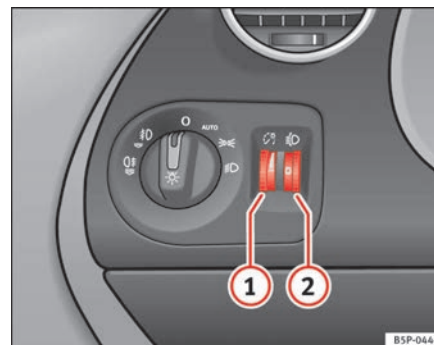

Abb. 74 In der Instrumententafel: Regler für die Instrumenten-/Schalterbeleuchtung und Leuchtweitenregulierung
Bei eingeschaltetem Licht lässt sich die Helligkeit der Instrumenten- und Schalterbeleuchtung durch Drehen des Rändelrads ⇒ **Abb. 74 ①** stufenlos regulieren.